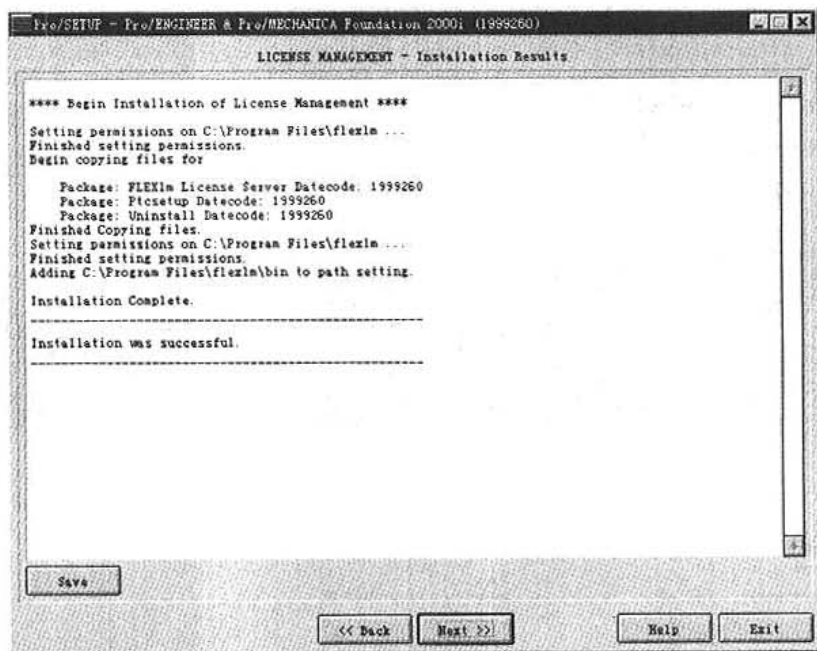

图 1-14 安装结果对话框
(9) 单击 Install 按钮, 开始许可管理器的安装。系统显示安装进度并提示遵循一定的步骤。当安装完成后, 将显示如图 1-14 所示的对话框。至此, 许可管理器安装完毕。
(1) 在图 1-14 中单击 Next 按钮，将显示如图 1-15 所示的提示窗口。